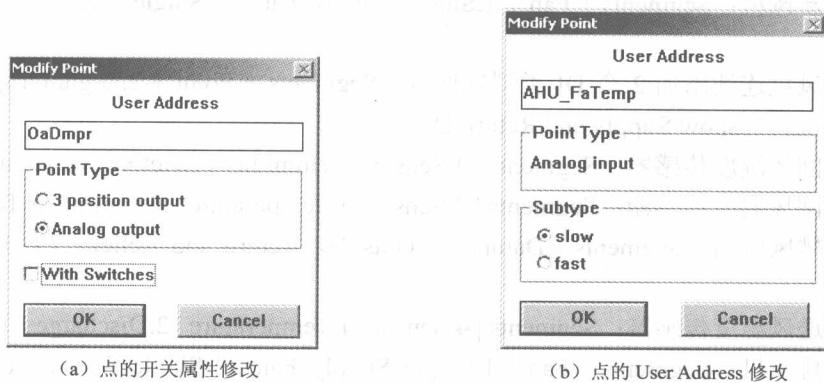

图 1-13 开关属性、User Address 修改示意
- ① 需将图中▲（粉红色）改成▲（粉红色），▲（蓝色）改成▲（蓝色），否则无法用 Live CARE 进行仿真。修改的方法是：首先选中三角形图标，然后按 F5 键，再单击该图标，则会弹出如图 1-13 (a) 所示的对话框。将 With Switches 复选框中的“√”去掉，结果如图 1-13 (a) 所示。
- ② 修改每个点的 User Address。以左边起第一个点为例，修改的方法是：首先选中三角形图标，然后按 F5 键，再单击该图标，则会弹出如图 1-13 (b) 所示的对话框。在 User Address 文本框内将默认值修改为自定义值 AHU\_FaTemp。其他点的 User Address 的修改方法类似。